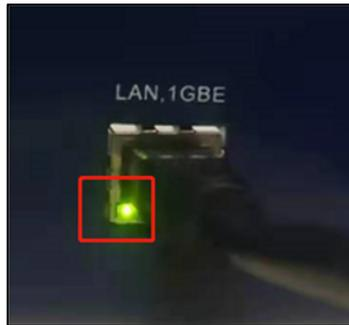

图 2.6.1 网络连接状态指示
3、连接网络后，请检查网口出的连接指示灯是否亮起，如图 2.6.1 所示。